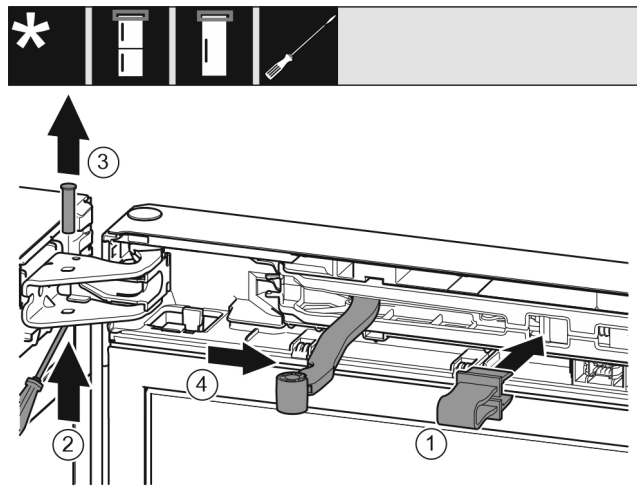

Fig. 6
- Pojistku nechte zapadnout do otvoru. Fig. 6 (1)
- Šroubovákem vysuňte čep. Fig. 6 (2)
- Čep vytáhněte směrem nahoru. Fig. 6 (3)
- Otočte kloub směrem ke dveřím. Fig. 6 (4)